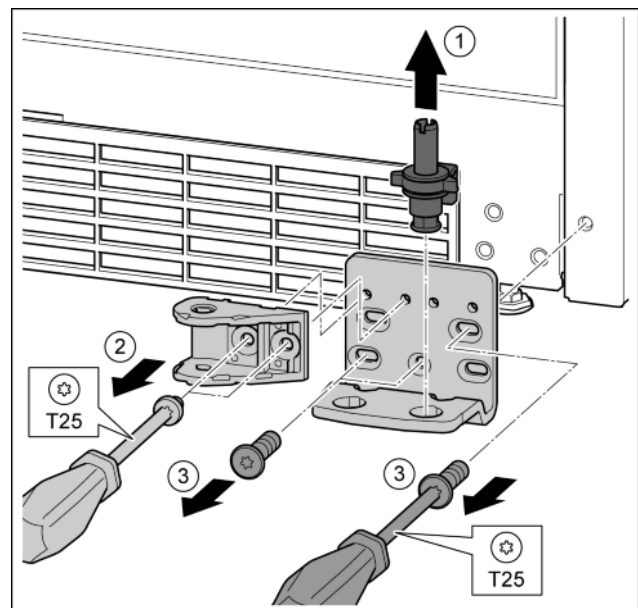

Fig. 30
- ▶ Опорный палец полностью извлечь движением вверх. Fig. 30 (1)
- ▶ Открутить винты отверткой T25 и снять соединительный элемент амортизатора закрывания дверей. Fig. 30 (2)
- ▶ Открутить винты отверткой T25 и снять опорный кронштейн. *Fig. 30 (3)*